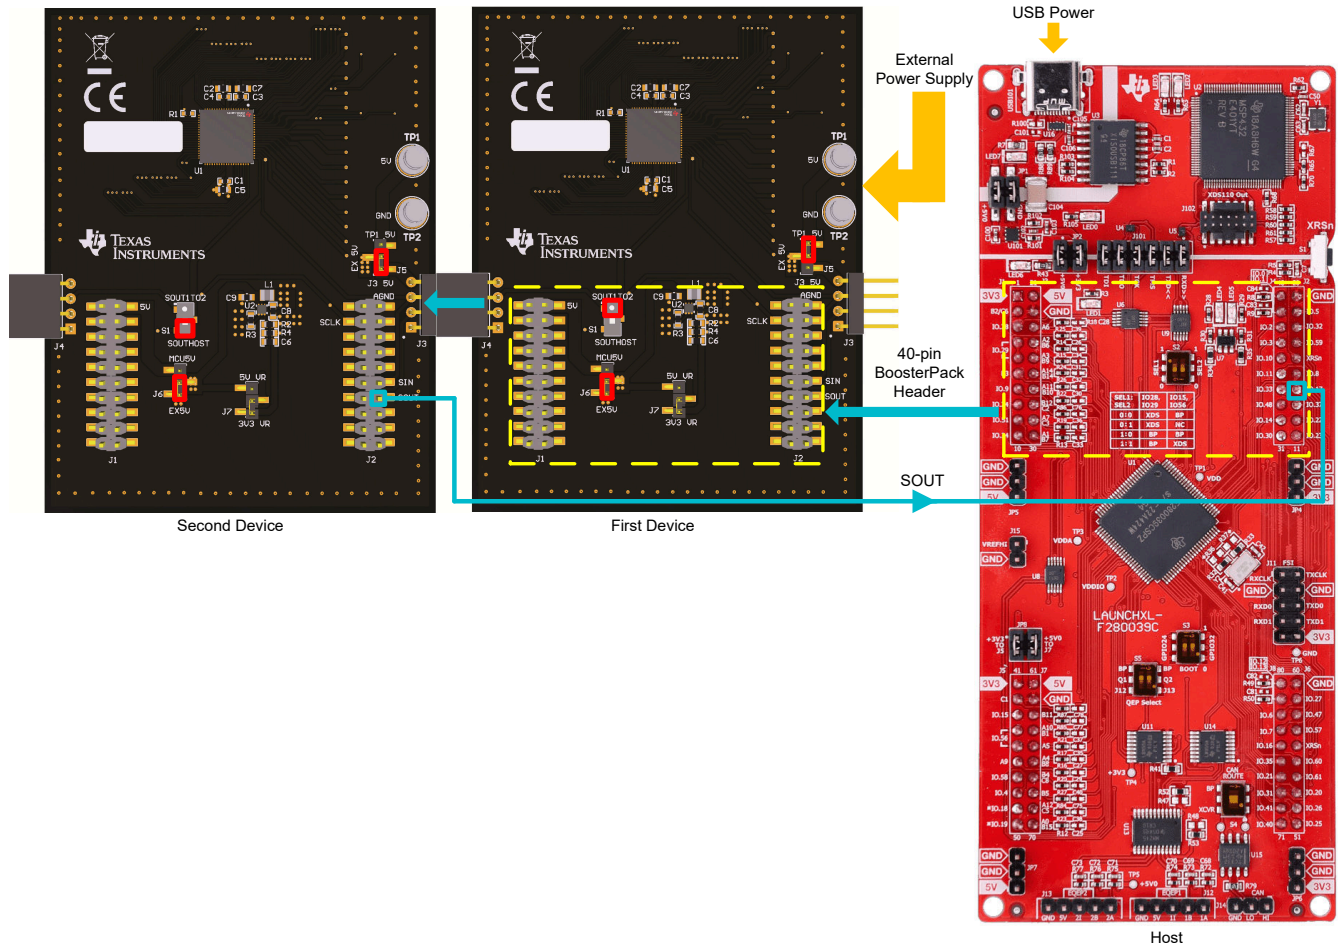

图 2-4. 与 TMS320F280039C LaunchPad 连接的双级联 LP5891EVM
2. 对于第一个 LP5891EVM，将 J5 跳线放在 TP1 5V 和 EX 5V 上。然后，将 J6 跳线置于 EX5V 和中间位置。将开关 S1 设置为 SOUT1TO2。这些设置在图 2-4 中的第一个器件上用红色框标记。
3. 对于第二个 LP5891EVM，将 J5 跳线放在 J3 5V 和 EX 5V 上。然后，将 J6 跳线置于 EX5V 和中间位置。将开关 S1 设置为 SOUTHOST。这些设置在图 2-4 中的第二个器件上用红色框标记。
4. 使用 TMS320F280039C LaunchPad 连接第一个 LP5891EVM 上的 BoosterPack 连接器（J1、J2），连接方法如图 2-4 所示。
5. 将第一个 LP5891EVM 的 J4 连接器连接到第二个 LP5891EVM 的 J3 连接器。方向如图 2-4 所示。
- (可选) 通过另一根 1 引脚电缆 (在图 2-4 中标记为底部蓝线) 将第二个 LP5891EVM 上连接器 J2 的 SOUT 引脚连接到 TMS320F280039C LaunchPad 上连接器 J2 的 IO.17 引脚。此步骤使 LP5891EVM 能够向主机 TMS320F280039C LaunchPad 报告 LOD (LED 开路检测) 和 LSD (LED 短路检测)。